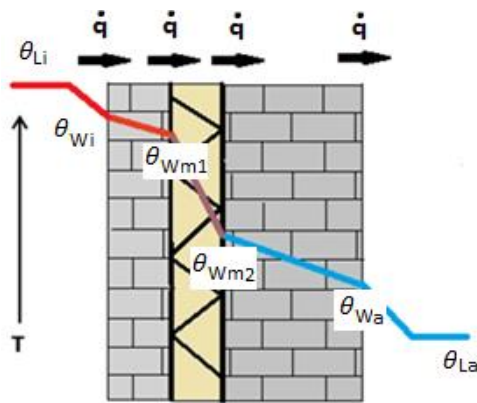

Abbildung 2: Orts-Temperatur-Diagramm durch eine dreischichtige Wand mit Innendämmung
In Abbildung 2 ist ein mehrschichtiger Wandaufbau mit dessen Temperaturverlauf zu sehen. Der Temperaturverlauf ist innerhalb eines Materials linear und dabei für dieses charakteristisch. Wie aus der Abbildung zu entnehmen ist, fließt durch den gesamten Aufbau derselbe Wärmestrom, welcher durch Gleichung (3) definiert ist:
5. Errechnen Sie die Oberflächentemperaturen der einzelnen Schichten und skizzieren Sie den Temperaturverlauf in einem Orts-Temperatur-Diagramm (siehe Abbildung 2).